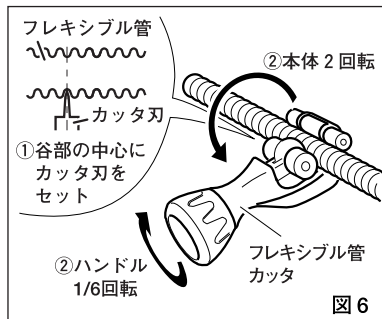

図 6
(2) 加工するパイプの切断 (図6,7)
- ①フレキシブル管カッタの刃を切断する管の谷部の中心に合わせます。
- ②フレキシブル管カッタのハンドルを回して、刃をゆっくりと送り込みながら切断します。